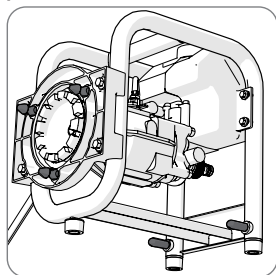

Fig. 11
- Mantenga los 3 pasadores de posicionamiento y los 2 pasadores de estabilización limpios y, ocasionalmente, rocíe una capa con un espray con base de aceite de silicona. **(Fig. 11)**